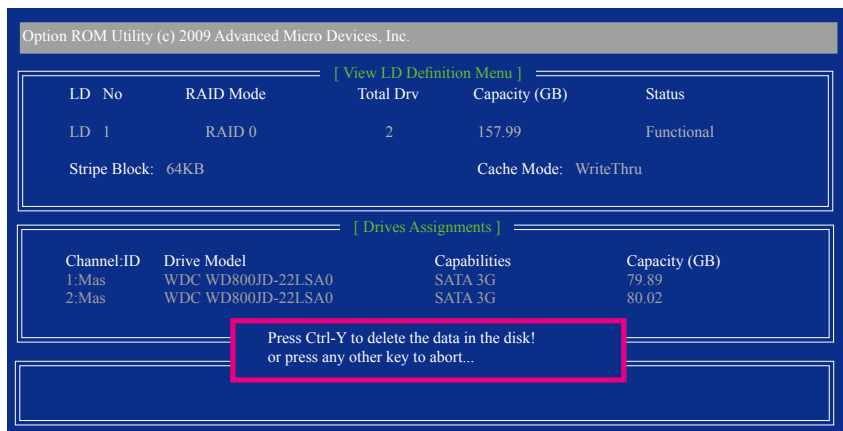

图9
2. 的后您将进入如图9的「View LD Definition Menu」窗口。在此窗口里您可以看到包含在此磁盘阵列的磁盘成员。若您确定要删除该磁盘，请按<Ctrl>+<Y>键或按任意键取消。